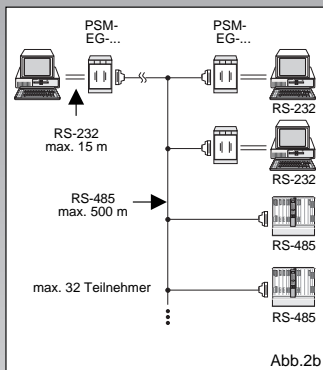

Abb.2b
- **Vernetzung** (Abb. 2b) von maximal 32 Teilnehmern.